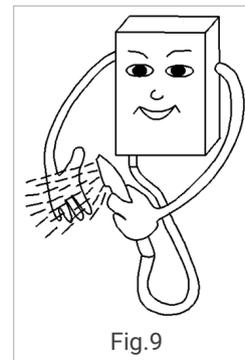

Fig.9
- (1) Tournez le bouton de réglage du débit d'eau pour contrôler le débit et la température de l'eau débit d'eau et sa température.
- (2) Tournez le bouton de réglage du gaz pour contrôler la flamme du brûleur et contrôler ainsi la température de l'eau chaude.
- (3) Fermez le robinet de sortie d'eau chaude et l'appareil s'arrêtera automatiquement s'arrêtera automatiquement.
• Testez la température de l'eau avec votre main avant la douche, afin d'éviter les brûlures (Fig.9).